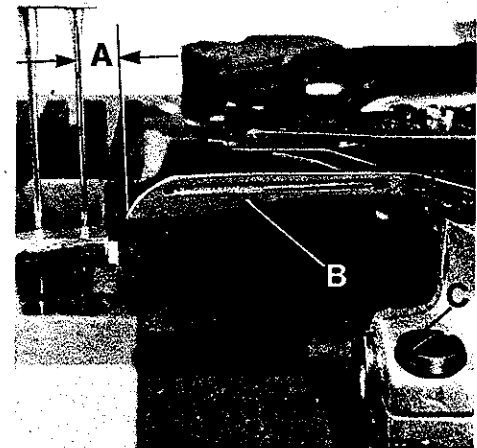

Fig.22
Turn the pulley until the looper (B, Fig. 22) is at its farthest position to the right. In this position the distance (A) from the center of the right needle to the point of looper should be 4.0 mm ($5/32$ in.) on the two-needle 8, 10 and 12 gauge styles and 3.6 mm ($9/64$ in.) on the two- or three-needle 16 gauge styles. Looper gauges No. 21225-5/32 and No. 21225-9/64 can be used advantageously in making this setting.
For adjustment loosen clamp screw (C, Fig. 22) and rotate the looper holder as required. Retighten the clamp screw.
Drehen Sie an der Handrad-Riemenscheibe bis der Greifer (B, Fig. 22) in seiner rechten Einstellung ist. In dieser Stellung muß der Abstand (A) zwischen Mitte rechter Nadel und Greiferspitze 4,0 mm ($5/32$ in.) bei den Zweinadel 8, 10 und 12 gauge Maschinen und 3,6 mm ($9/64$ in.) bei den Zwei- oder Dreinadel 16 gauge Maschinen sein. Die Greifereinstellehren Nr. 21225-5/32 und Nr. 21225-9/64 erleichtern diese Einstellung.
Zur Einstellung lösen Sie die Pratzschraube (C, Fig. 22) und verdrehen den Greiferhalter entsprechend. Ziehen Sie die Schraube wieder an.